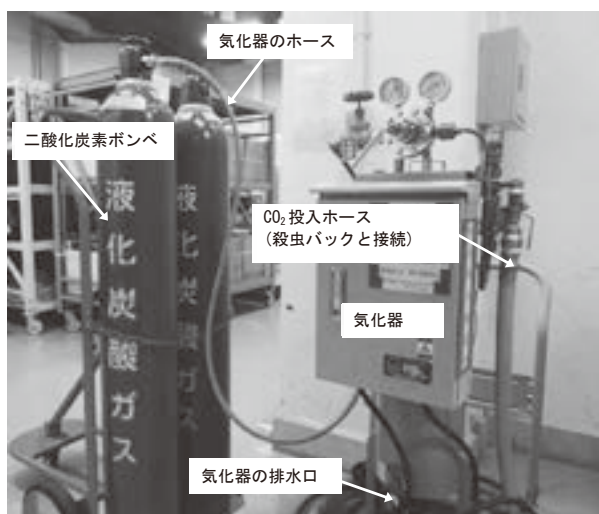
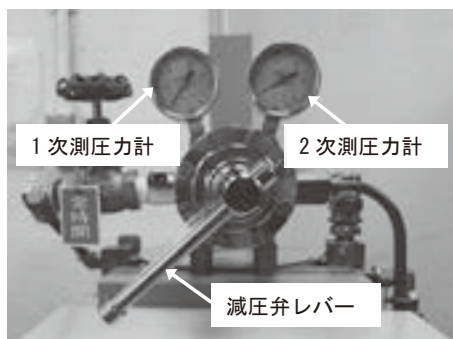

図8 気化器とボンベの接続位置(企画課作成)
図9 気化器の減圧弁レバーの位置（企画課作成）
- ② 気化器のホースの先にO(オー)リングをつけて、ボンベキャリアに搭載されたCO₂ボンベに差し込み、モンキーレンチでしっかりと締める(図8)。
- ③ 気化器の減圧弁レバー（図9）が開いているか、バッグのCO₂投入コック、ガス置換コックが開いているか確認する。
- ④ 壁に設置している200V 電源ブレーカーをONにする（通常はOFF にしておくこと）（写真8）。
- ⑤ 気化器のプラグをコンセントに差し込む。
- ⑨ CO₂投入開始時から終了時まで周囲の環境測定をおこなうこととし、投入口付近の床、燻蒸庫内奥の排気ダクト付近の床、投入口の反対側付近の床、以上3ヶ所に高濃度ガス検知器(写真9)を設置して、CO₂濃度を常時計測し、3%以下であることを確認する。
- ⑩ 排気装置のプラグをコンセントに差しこみ、殺虫バッグ内の空気を抜いていく(殺虫バッグ内の空気を抜くことでCO₂が入りやすくなる)。
- ⑪ 殺虫バッグが少しへこみ、空気がある程度抜けたらガスを投入する。CO₂ポンベの栓を全開にし、気化器の2次測圧力計(図9)が0.2MPaになるまで、気化器の減圧弁レバーを右に回して締め、圧力を上げていく。排気装置は、殺虫バッグのふくらみ具合を見ながら点けたり消したりする。排気が終わったらガス置換コックを閉める。
- ⑫ 気化器の1次測圧力計(図9)が0になったらCO₂ポンベの栓を締める。次に、2次測圧力計が0になったら、気化器の減圧弁レバーを左に回して緩め、新しいCO₂ポンベ(図8)と交換する。1本目と同じようにCO₂ポンベの栓を全開にし、2次測圧力計が0.2MPaになるまで減圧弁レバーを締める(1回に30kgポンベ約2.5本)。
- ⑬ CO₂投入中、随時、高濃度ガス検知器でバッグ内部(上部・中部・下部)のCO₂濃度を測定し、中・下部の二酸化炭素濃度が80%くらいに、上部が30%くらいになったら、気化器の減圧弁レバーを締め、CO₂の投入を止める(CO₂は空気より重いので下にたまる)。
- ⑭ 攪拌用ファンのプラグをコンセントに差しこみ、殺虫バッグ内部を攪拌し、全体のCO₂濃度を70%～75%にする。攪拌には、1時間程度の時間を要する（全体の濃度が70%～75%になるまでCO₂の投入、停止を繰り返す）。
- ⑮ CO₂濃度が70%～75%になったところでCO₂投入作業を終了する。この際、バッグ内部の濃度が上部・中部・下部が均一になっていることを確認する。均一でなければ、さらに攪拌を続けること（ここでいう均一な濃度とは、例えば上中下ともに同じ値になった場合のことをいう）。
- ⑯ CO₂ポンベの栓を締め、1次測圧力計が0になったら、気化器内に残っている二酸化炭素をバッグ内に放出させる（1次測圧力計、2次測圧力計ともに0になる）。気化器の減圧弁レバー（図9）を全開にする（左に回し空回りするまで緩める）。
- ⑰ バッグのCO₂投入口のcockを閉める。
- ⑱ CO₂ポンベを気化器からはずし、ボンベキャリアに載せたまま別置保管する。
- ⑲ 気化器と壁のプレーカーをOFFにし、使用したプラグをコンセントから抜く。
- ⑳ バッグのガス置換口と給排気装置の給気口から塩ビダクト（短1）を取り外し、箱に収納する。